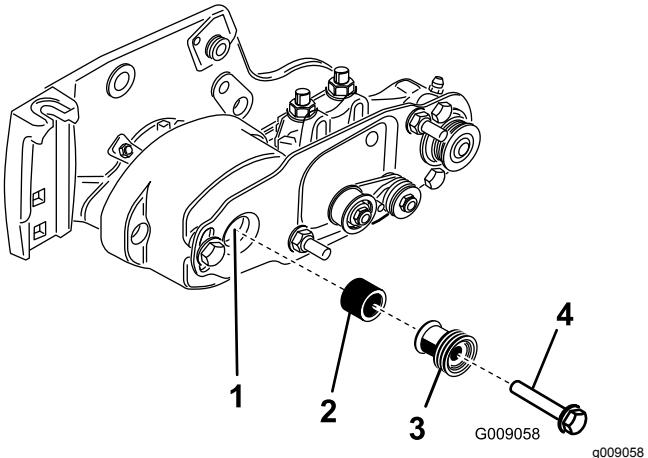

Figura 15
19. Installate il distanziale sull'albero dell'alloggiamento del cuscinetto (Figura 15).
20. Inserite la puleggia motrice nel distanziale e sull'albero di trasmissione (Figura 15). Verificate che le lingue della puleggia siano inserite nella scanalatura dell'albero di trasmissione.
21. Fissate la puleggia e il distanziale all'albero di trasmissione con un bullone a testa flangiata ($\frac{3}{8}$ " x 2") (Figura 15).